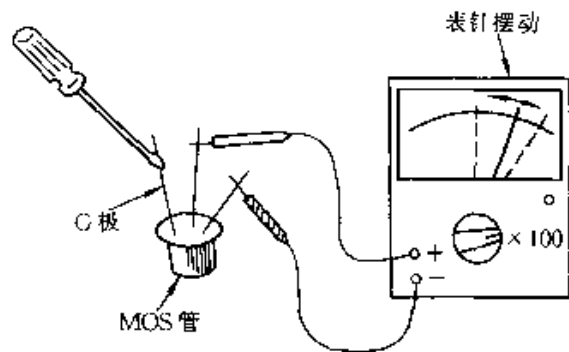

图 2-244
④ 估测绝缘栅场效应管(MOS管)的放大能力时,由于其输入阻抗很高,为防止人体感应电压引起栅极击穿,不要用手直接接触栅极G,而应手拿螺丝刀的绝缘柄,用螺丝刀的金属杆去接触栅极G,如图2-244所示。判断方法与测量结型场效应管相同。